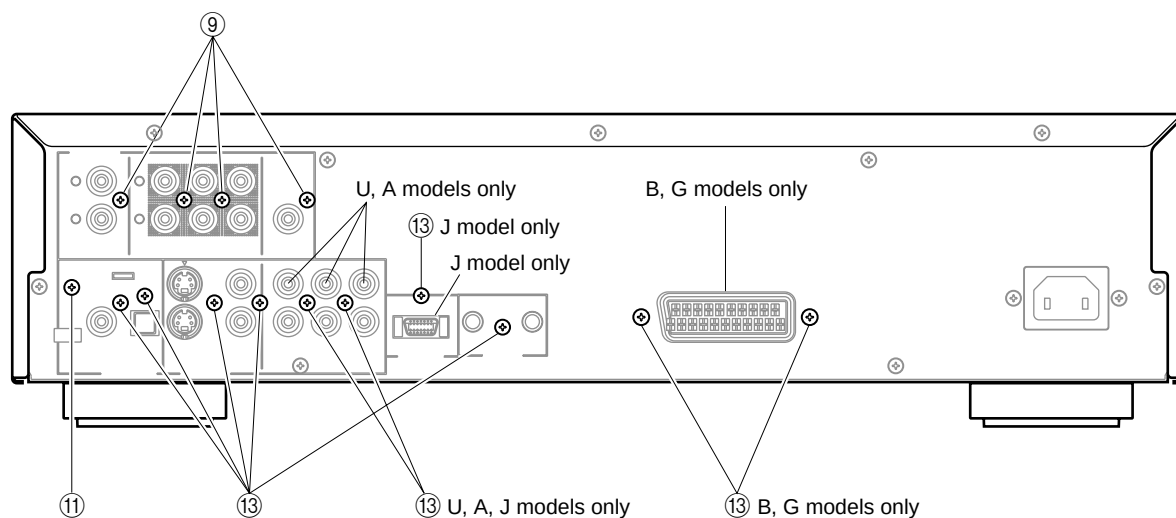

Fig. 7
- Remove 4 screws (⑨). (Fig. 7)
- Remove 1 screws (⑪). (Fig. 7)
- ⑨のネジ4本を外します。(Fig. 7)
- ⑪のネジ1本を外します。(Fig. 7)
- Remove 7 screws (13). (Fig. 7)
- 13のネジ8本を外します。(Fig. 7)